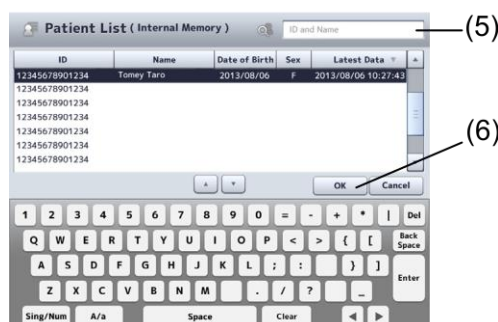

Рис. 2
- 2) При помощи внешнего устройства ввода идентификатора, такого как сканер штрих-кода или клавиатура (2), введите информацию о пациенте. После ввода идентификатора пациента нажмите кнопку «Tomey Link Inquiry» (запрос к Tomey Link) (3). Информация о пациенте будет получена через Tomey Link и отображена на экране. Если параметр «Auto Inquiry» (автоматический запрос) имеет значение ON (включен), получение данных с помощью Tomey Link начнется автоматически сразу после ввода идентификатора пациента. Нажмите на кнопку «Internal Memory Patient Search» (поиск пациента во внутренней памяти) (4) для отображения списка пациентов, который хранится в памяти инструмента (рис. 2). Поиск может выполняться во внутренней памяти инструмента или в подключенной внешней памяти. Вид памяти, в которой производится поиск, задается в соответствии с разделом «3.9.4. в) Настройки памяти / Формат вывода данных».
- 3) Используйте функцию поиска (5) экрана списка пациентов (рис. 2) для поиска идентификаторов и имен пациентов во внутренней памяти инструмента. Выделите требуемого пациента и нажмите на кнопку «OK» для обновления информации о пациенте.